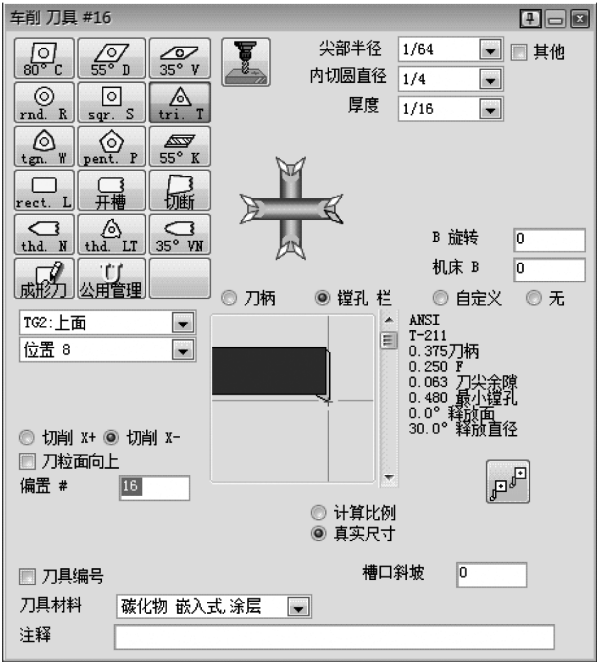

图 5-35 车削刀具#16
18) 创建车削刀具#16，如图 5-35 所示。此刀具将对内径精加工。